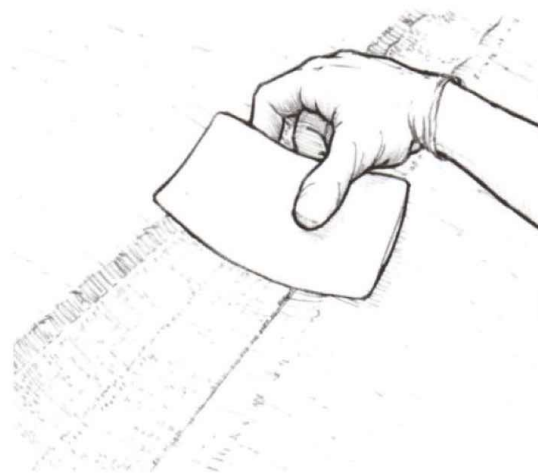

Рисунок 5-11 Нанесите стеклоленту поверх подготовленного стыка.
6. Нанесите слой стеклоленты в уступ вдоль стыка (*Рисунок 5-11*). Для этих целей идеально подходит лента 727 Biaxial Tape шириной 100 мм. Пропитайте ленту смолой с помощью шпателя и уберите её излишки. Если нужно, таким же образом нанесите дополнительные слои ткани. Нанесите новый слой ткани так, чтобы края каждого из слоёв не находились друг над другом. Лучше сместить следующий слой ленты на 10 мм. Детально о применении стеклоленты в разделе 8.4.5.